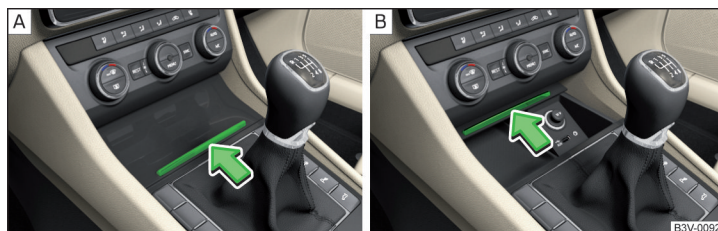

Fig. 83 Compartiment de depozitare: deschiderea/închiderea
- Pentru **deschidere**, apăsați pe marginea capacului în sensul săgeții » fig. 83 - **A**.
- Pentru **închidere**, apăsați pe marginea capacului în sensul săgeții » fig. 83 - **B**. Capacul se va închide singur.